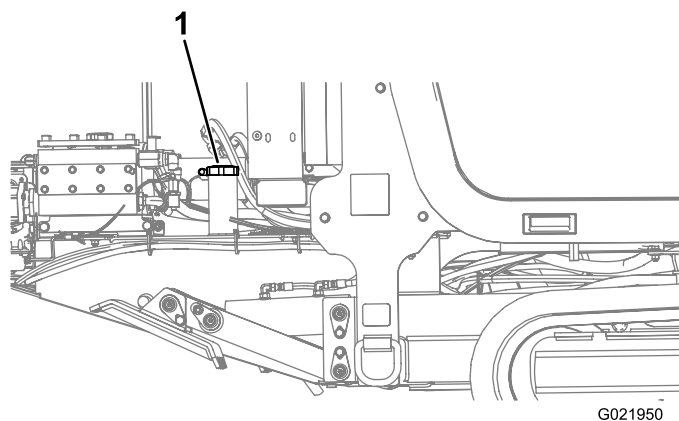

Figura 34
4. Retire a tampa do tanque de combustível. (Figura 34).